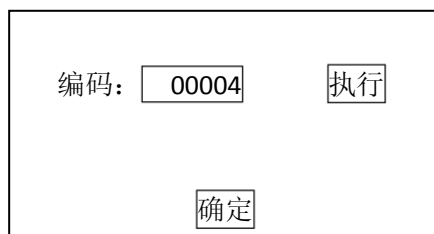

图 5-2
- 5) 输入安全气囊电脑编码(安全气囊编码可以从旧安全气囊电脑版本信息可得)如 00004, 点击【执行】进行编码。如图 5-2;